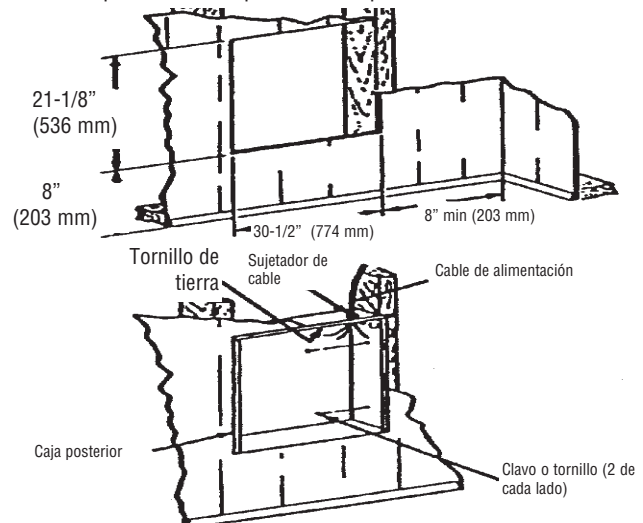

Figura 2: Instalación empotrada de la caja posterior en una construcción existente
4. Instale un cable para la alimentación hasta la zona del troquel de acceso ubicado en la esquina superior derecha de la caja posterior (vea la figura 2). Todo el cableado se debe realizar de acuerdo con los códigos eléctricos nacionales y locales. Para determinar la medida de cable correcta, consulte la tabla 1.
1. Practique una abertura de 30-1/2" (774 mm) de ancho por 21-1/8" (536 mm) de alto en la pared a la altura de montaje deseada, separada a no menos de 8" (203 mm) de la pared adyacente o del piso (vea la figura 2).
7. Asegure la caja en su lugar con tornillos para madera o clavos (vea la figura 2).